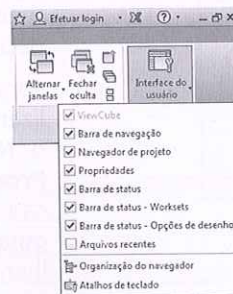

Figura 2.19 – Botões para habilitar as janelas da tela.
- Agora, para abrir o **Navegador de projeto (Project Browser)** e a janela **Propriedades** novamente, clique na aba **Vista**, selecione **Interface do usuário** e habilite as caixas de **Navegador de projeto** e de **Propriedades**, como apresenta a Figura 2.19.